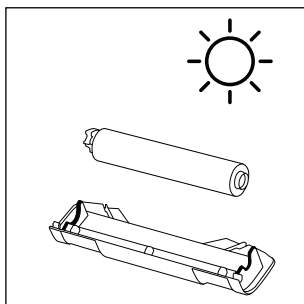

Fig. 37
- ◆ Deixe o rolo de escova **6** e a proteção contra salpicos **7** secarem totalmente, antes de voltar a montá-los no aparelho (ver fig. 37).